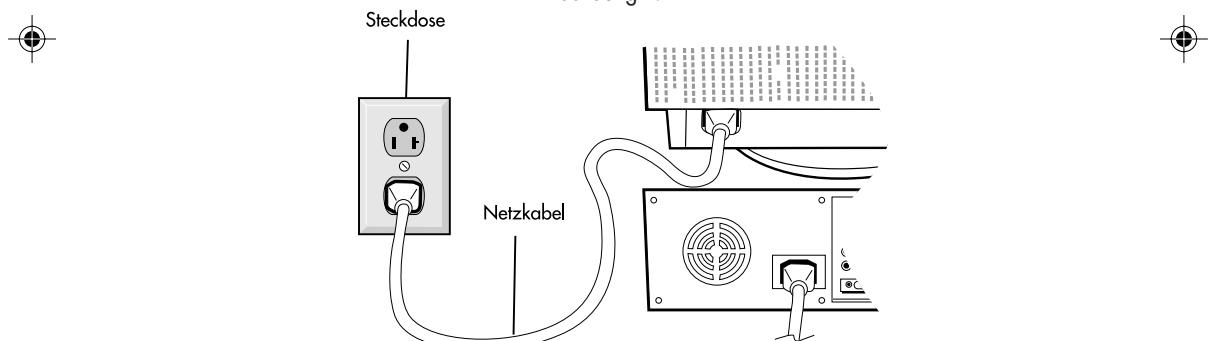

Abbildung C.1
**HINWEIS:** Den MultiSync Macintosh-Kabeladapter können Sie bei NEC Technologies unter der Telefonnummer (800) 820-1230 bestellen.
5. Schließen Sie ein Ende des Netzkabels an den MultiSync Monitor der Serie FE an und stecken Sie das andere Ende in die Steckdose (**Abbildung C.1**).